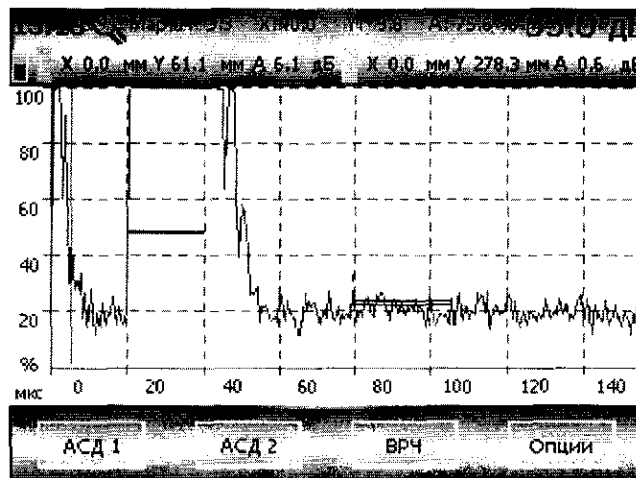

Рисунок 6 – Вид экрана при уровне шумов 25 %
8.5.5 Увеличить усиление приемника дефектоскопа до величины, при которой уровень шумов достигнет 25 % шкалы экрана. При этом амплитуда ИРС выходит за пределы экрана дефектоскопа (см. рис. 6).